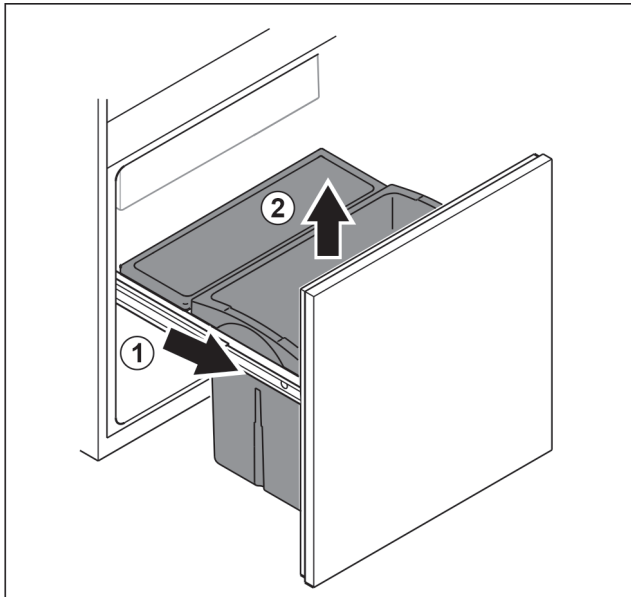

Fig. 89
- ▶ Tirer le chariot coulissant jusqu'en butée. Fig. 89 (1)
- ▶ Retirer le tiroir par le haut. Fig. 89 (2)